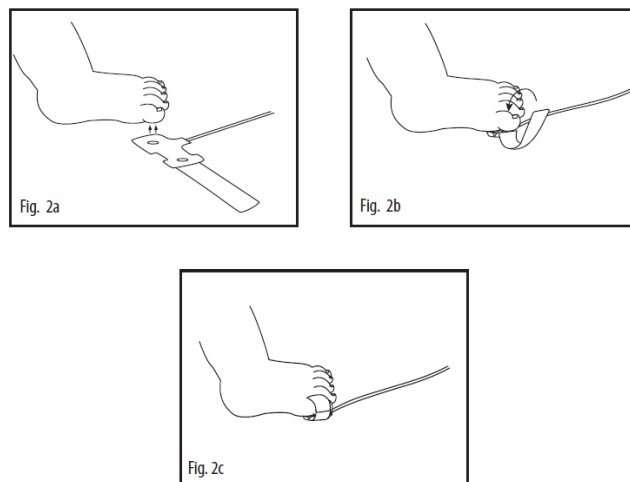

Fig. 23 Application du capteur LNCS pour les nourrissons
- 2 Voir la fig. 2a dans Fig. 23 : Diriger le câble du capteur de manière à ce qu'il soit orienté dans la direction opposée au patient ou qu'il longe la plante du pied. Positionnez le détecteur sur la partie charnue du gros orteil.
- 4 Voir fig. 2b dans Fig. 23 : Enroulez l'adhésif autour de l'orteil et assurez-vous que la fenêtre de l'émetteur (étoile rouge) soit alignée sur le dessus de l'orteil, directement en face du détecteur.
- 5 Voir fig. 2c dans Fig. 23 : Vérifiez le positionnement correct et le repositionnez si nécessaire.